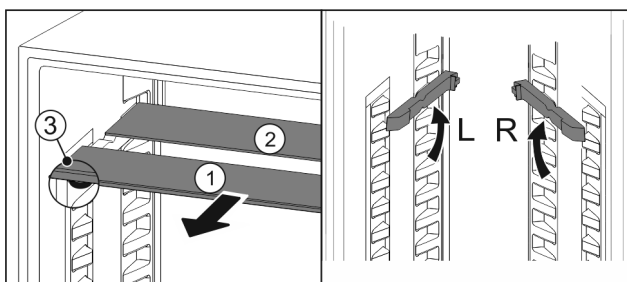

Fig. 110
- Dra ut Fig. 110 (1) glashyllorna framåt en i taget.
- ▷ Glashyllan Fig. 110 (1) med dekorlisten ligger längst fram.
- ▷ Stoppklackarna Fig. 110 (3) är vända nedåt.